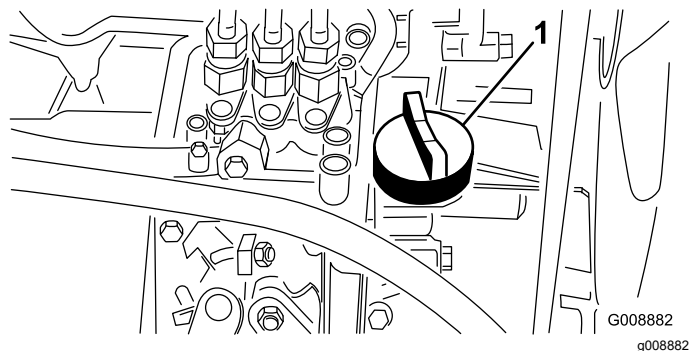

Рисунок 60
4. Если уровень масла ниже допустимого, снимите крышку маслозаливной горловины (Рисунок 60) и постепенно, небольшими порциями долейте масло, периодически проверяя его уровень, до отметки Full (Полный) на масломерном щупе.